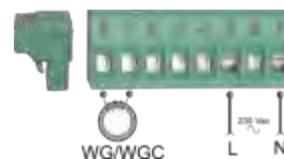

Fig. 2-10. - Alimentazione e trasformatore toroidale
⑦ **Terminali 1-8.** (Fig. 2-10)